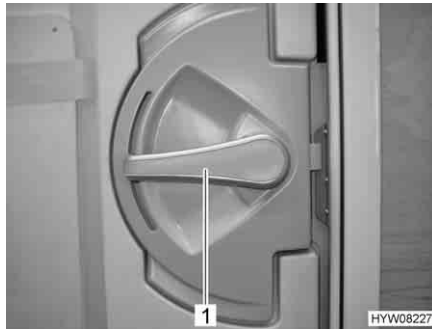

Bild 27 Dörrlås ingångsdörr, insida
- Tryck ner dörrhandtaget (Bild 27,1).
- Vrid dörrhandtaget (Bild 27,1) ca 45° uppåt och låt det vara kvar i det läget.